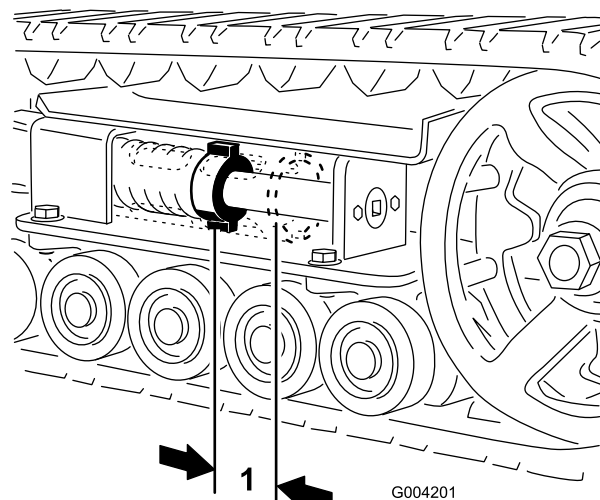
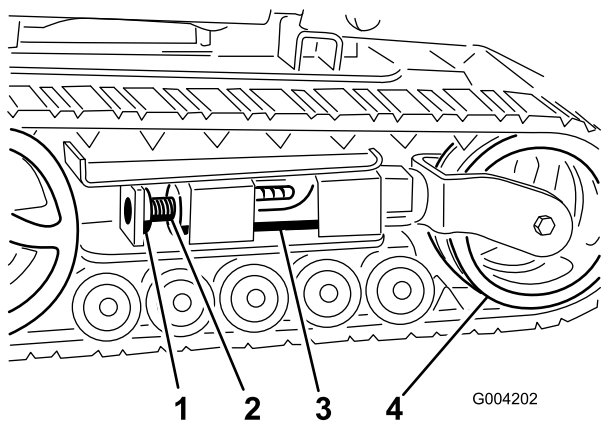
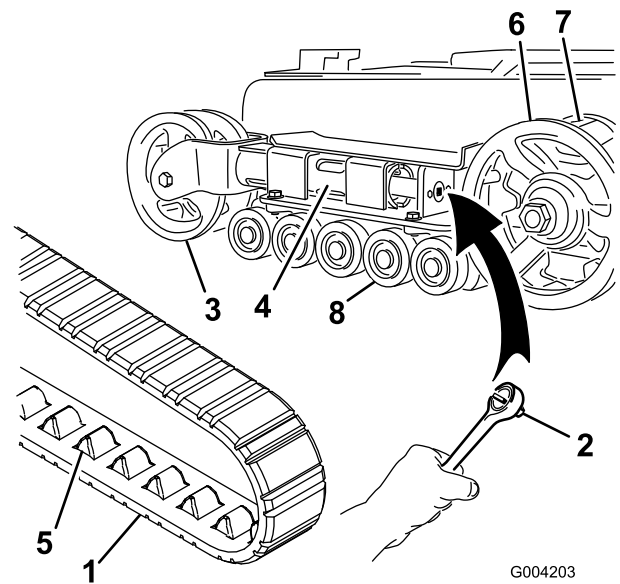
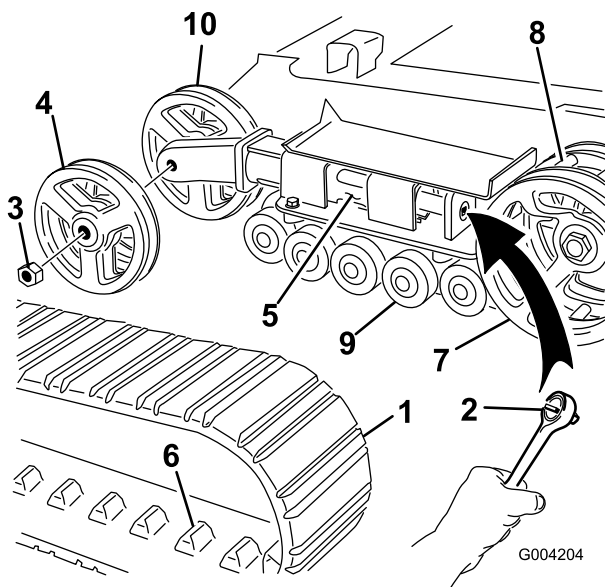

Figure 43
Figure 44
Figure 45
Figure 46
L'écrou de tension et l'arrière du tube de tension doivent être distants de 7 cm (2-3/4 po) (Figure 43). Si ce n'est pas le cas, réglez la tension des chenilles comme suit :
3. Enlevez le boulon et l'écrou de blocage (Figure 44).
4. A l'aide d'un entraînement carré de 1/2 po (Figure 45), tournez la vis de tension dans le sens anti-horaire jusqu'à obtention d'un espacement de 7 cm (2-3/4 po) entre l'écrou de tension et l'arrière du tube de tension (Figure 43).
5. Alignez l'encoche la plus proche dans la vis de tension avec le trou du boulon de blocage et fixez la vis avec le boulon et l'écrou de blocage (Figure 44).
4. A l'aide d'un entraînement carré de 1/2 po, tournez la vis de tension dans le sens horaire pour détendre la transmission (Figure 44 et Figure 45).
5. Poussez la roue de tension vers l'arrière de la machine pour appuyer le tube de fourche contre le châssis (Figure 45). (S'il ne touche pas le châssis, continuez de tourner la vis de tension jusqu'à ce qu'il le touche).
7. Lorsque la chenille est déchaussée, retirez-la du barbotin et des galets de roulement (Figure 45).
8. Pour installer la chenille neuve, commencez par l'enrouler autour du barbotin, en veillant à ce que les crampons s'engagent correctement entre les entretoises du barbotin (Figure 45).
9. Poussez la chenille sous et entre les galets de roulement (Figure 45).
11. Tournez la vis de tension dans le sens anti-horaire, de manière à obtenir un écartement de 7 cm (2-3/4 po) entre l'écrou de tension et l'arrière du tube de fourche (Figure 43).
4. A l'aide d'un entraînement carré de 1/2 po, tournez la vis de tension dans le sens horaire pour détendre la transmission (Figure 44 et Figure 46).
5. Poussez la roue de tension vers l'arrière de la machine pour appuyer le tube de tension contre le châssis (Figure 46). (S'il ne touche pas le châssis, continuez de tourner la vis de tension jusqu'à ce qu'il le touche).
6. Retirez l'écrou de fixation de la roue de tension extérieure et déposez la roue (Figure 46).
7. Déposez la chenille (Figure 46).
8. Retirez l'écrou de fixation de la roue de tension intérieure et déposez la roue (Figure 46).
12. Posez la roue de tension intérieure et fixez-la avec l'écrou retiré précédemment (Figure 46).
14. Posez la chenille neuve en prenant soin que les crampons s'engagent entre les entretoises au centre du barbotin (Figure 46).
15. Posez la roue de tension extérieure et fixez-la avec l'écrou retiré précédemment (Figure 46).
17. Tournez la vis de tension dans le sens anti-horaire, de manière à obtenir un écartement de 7 cm (2-3/4 po.) entre l'écrou de tension et l'arrière du tube de tension (Figure 43).